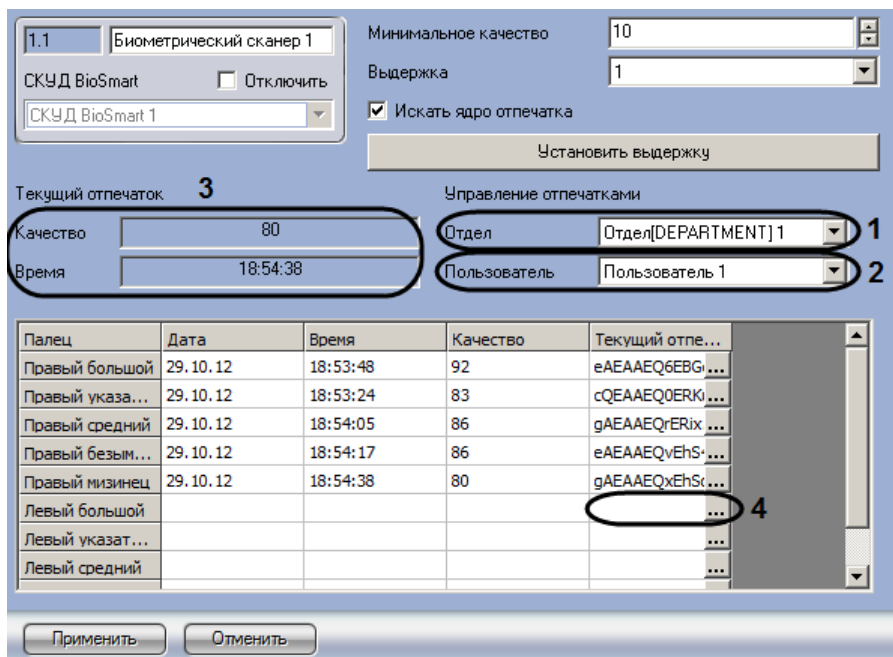

Рис. 3.11—1 Сравнение с отпечатком пользователя
1. Перейти на панель настроек объекта **Биометрический сканер** (Рис. 3.11—1).
2. Из раскрывающегося списка **Отдел** выбрать объект **отдел**, в который входит пользователь (см. Рис. 3.11—1, 1).